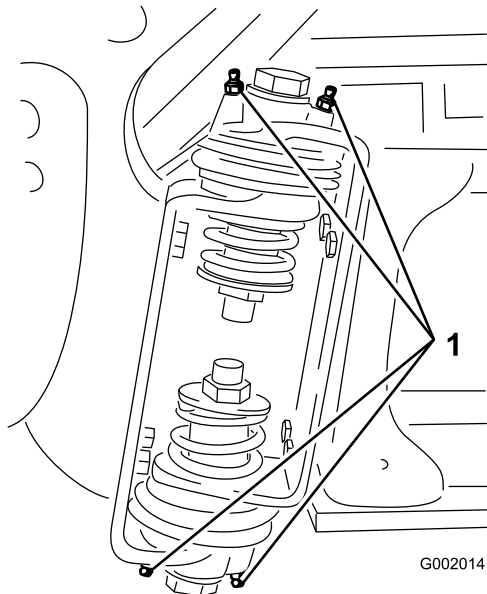

Figure 102
2. Injectez la graisse dans le roulement ou la bague de chaque graisseur (Figure 102).